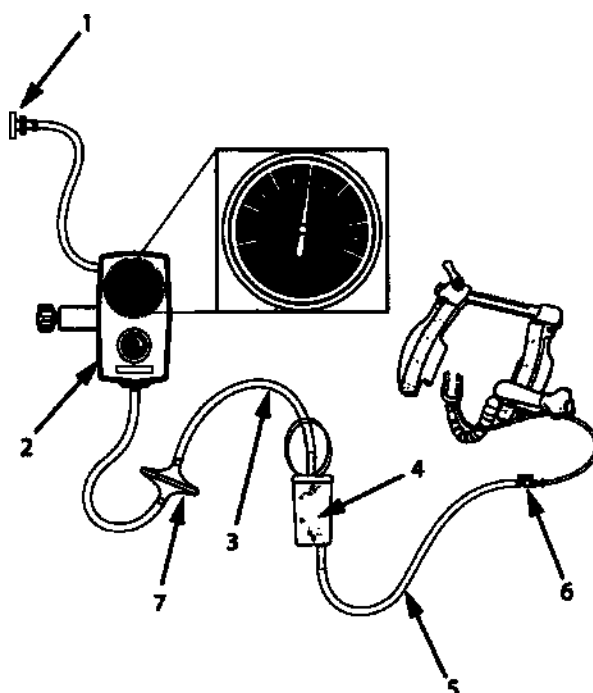

Figura 5: Sistema estabilizador de vácuo ACROBAT-i
5. Prender o conector luer lock AZUL do conjunto de tubagem do estabilizador ACROBAT-i ao conector luer AZUL da tubagem de vácuo do estabilizador ACROBAT-i. Prender a outra extremidade da tubagem do conjunto de tubagem ao conector com rebarbas inferior do recipiente ACROBAT-i ou outro recipiente de recolha de fluidos (não incluído). Certificar-se de que a válvula de passagem se encontra na posição fechada para o ar. O conjunto de tubagem com filtro que está ligado à parte superior do recipiente deve então ligar à fonte de vácuo regulado. Configurar o regulador de vácuo para 400 mmHg. Consultar a Figura 5 para obter informações relativas à configuração adequada da tubagem de vácuo e do sistema.